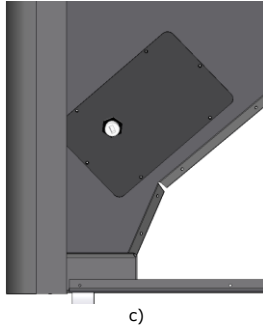

Figura 18 – Colocación del sensor de nivel de pellets en el silo (instalación a la izquierda de la caldera)
- Por último, se puede unir las dos partes en la parte inferior del silo. Poner la pieza con el lado derecho del sensor del silo y la pieza sin el sensor en el lado izquierdo. El sensor debe ser colocado como se muestra en la Figura 18-c.